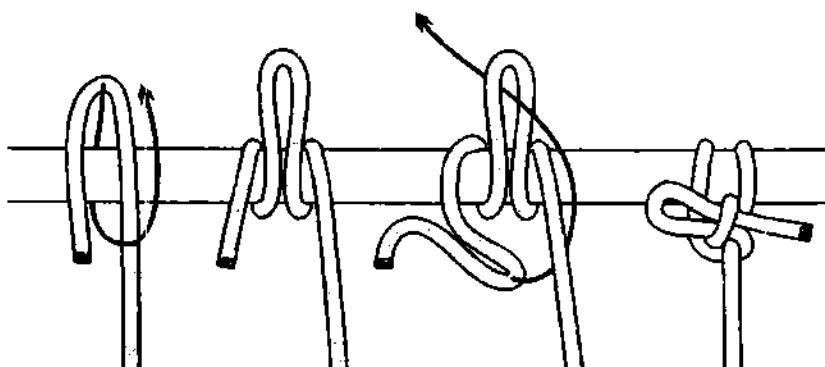
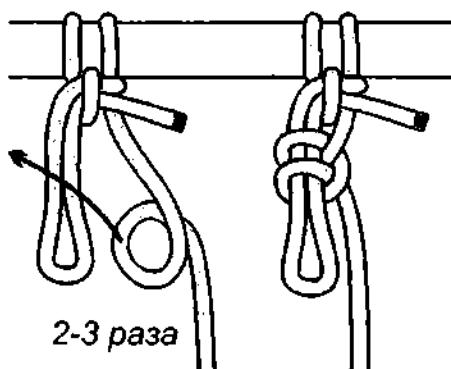

Рис. 567. *Лихой узел.*
Рис. 568. *Лихой узел, усиленный полуштыками.*
*Лихой узел* не рассчитан на сильную нагрузку, с помощью него привязывают лошадей и других домашних животных (рис. 567). *Лихой узел* самый слабый из этой группы узлов. Он выворачивается на больших по диаметру опорах и совершенно не терпит изменение направление тяги. Если связать узел с 2-3 полуштыкими на петельке, крепость и безопасность его намного увеличится (рис. 568).